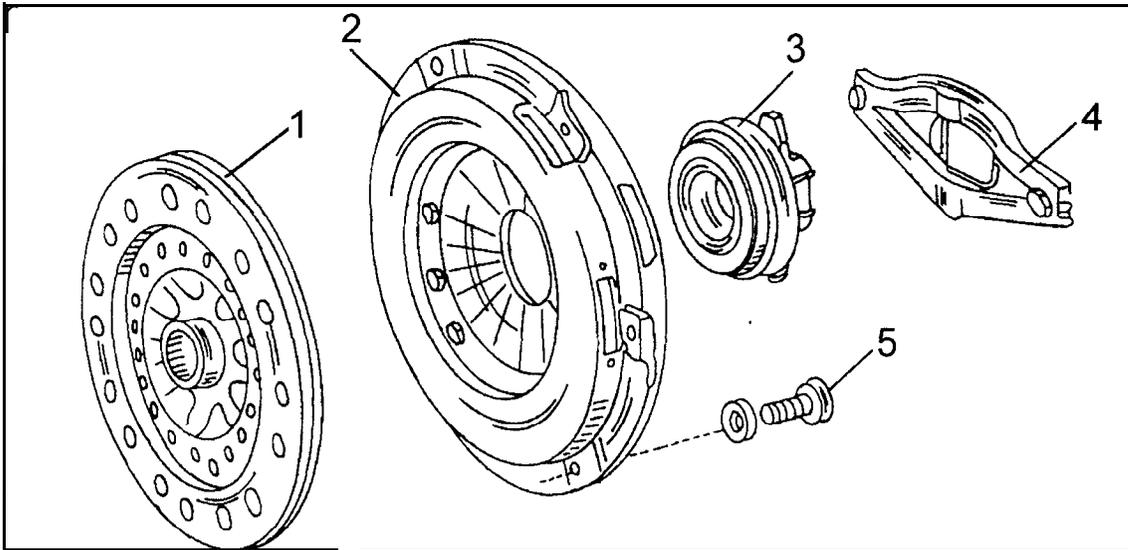

Bild 246
- Die Kupplung abnehmen und die Mitnehmerscheibe herausnehmen. Mit einem Lappen sofort die Innenseite des Schwungrades auswischen und die Reibfläche des Schwungrades überprüfen. Falls die Mitnehmerscheibe bis auf die Nietenköpfe abgenutzt ist, könnte es sein, dass sich die Niete in die Schwungradfläche oder die Fläche der Kupplungsdruckplatte eingearbeitet haben. Falls der Motor oder das Getriebe ausgebaut werden müssen, sollte die Kupplung immer abgeschraubt werden, so dass man die in Bild 246 gezeigten Teile kontrollieren kann.